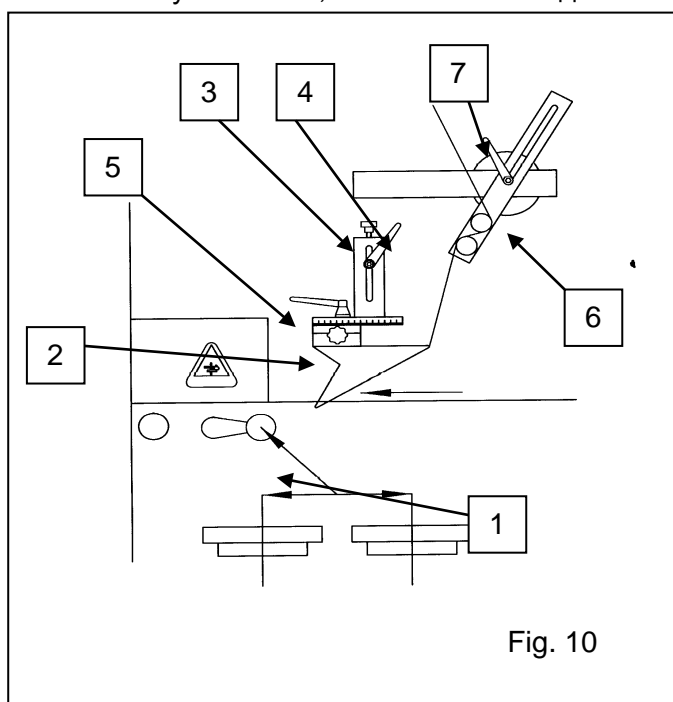

Fig. 10
Введите плёнку в формовочный бокс (Рис. 10).
Откройте продольные тонкие колёса при помощи рычага (1 Рис. 10).
Теперь снова закройте колёса при помощи поворота рычага (1 Рис. 10).
6.2) Настройка конвейера (Рис. 10).
1) Настройте ширину формовочного бокса примерно на 10 мм шире, чем ширина продукта при помощи вращения рычага (2 Рис. 10).
2) Настройте высоту формовочного бокса примерно на 10 мм выше, чем высота продукта при помощи вращения рычага (3 Рис. 10) и рукоятки (4 Рис. 10).
3) Для продуктов шириной менее 60 мм передвиньте формовочный бокс вперед к тонким колёсам при помощи колеса регулировки (5 Рис. 10). Для продукта шире 100 мм установите формовочный бокс примерно в 40-50 мм от тонких колёс. Для продуктов, имеющих величины внутри данных диапазонов, вычислите пропорциональное расстояние.
4) Настройте наклон шарнирно подвижного рычага (6 Рис. 10) при помощи рукоятки (7 Рис. 10) так, чтобы между последним роликом и формовочным боксом плёнка растягивалась в одинаковом направлении на обоих краях.